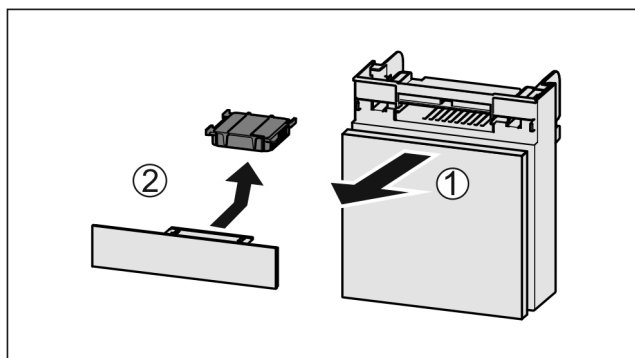

Fig. 145
- ▶ 向前拉出 Fig. 145 (1)抽屉。
- ▶ 取出 Fig. 145 (2)活性炭过滤器。